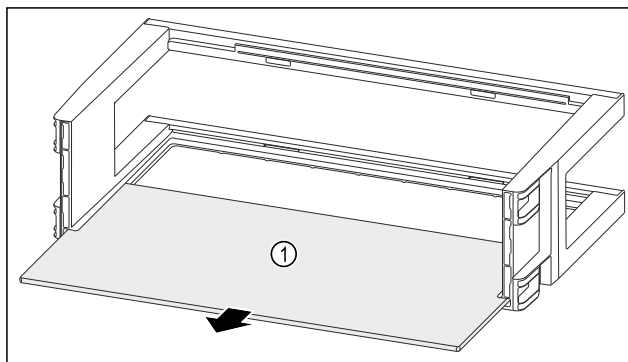

Fig. 89
- Draagplateau Fig. 89 (1) verwijderen.